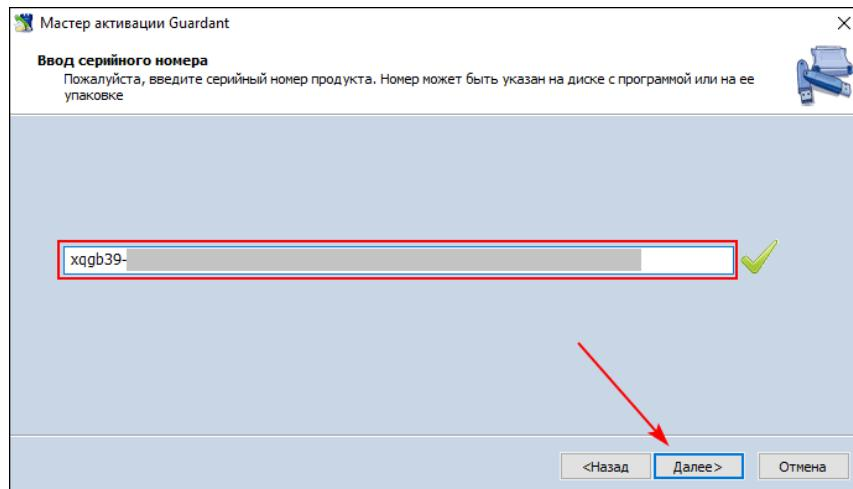

Рисунок 32 - Ввод серийного номера ключа
7. Введите серийный номер ключа и нажмите Далее (Рисунок 32).